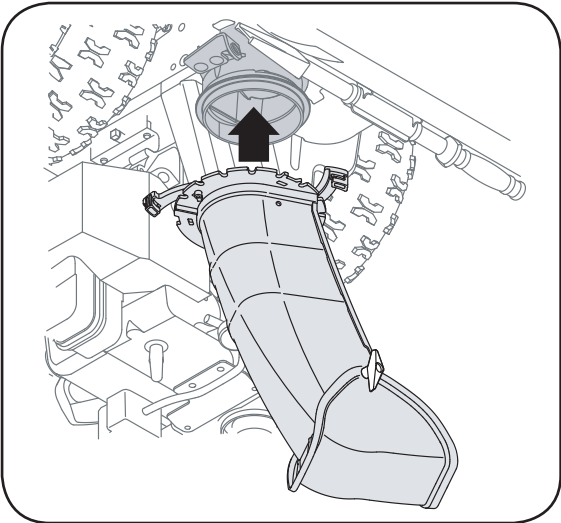

Figure 3-3
3. Positionnez la gouppille au-dessus de sa base, bien en place sur l'adaptateur. Voir la Figure 3-3.